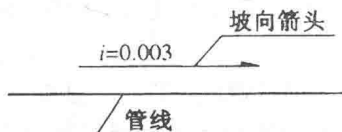

图 1-6 坡度及坡向表示
(6) 坡度、坡向的表示 管道的坡度及坡向表示管道倾斜的程度和 高低方向,坡度用字母“ i ”表示,在其后加上等号并注写坡度值;坡向用单 面箭头表示,箭头指向低的一端。常用的表示方法如图 1-6 所示。